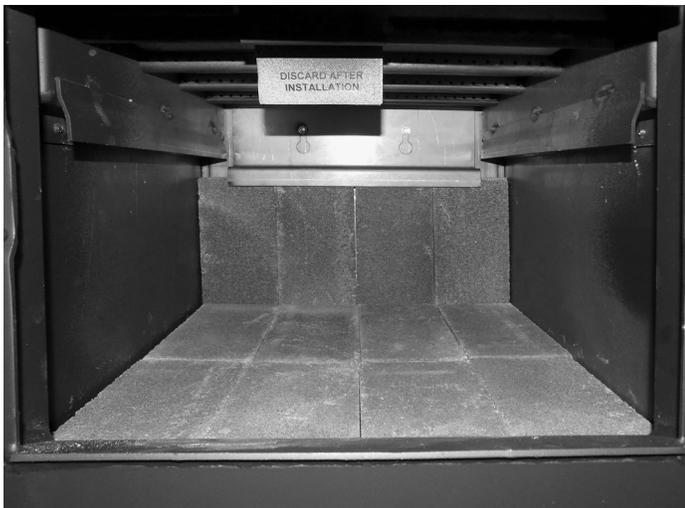

Figure 18: .
2. Placer 3 autres briques derrière le rail pour compléter le mur du fond (Figure 18).